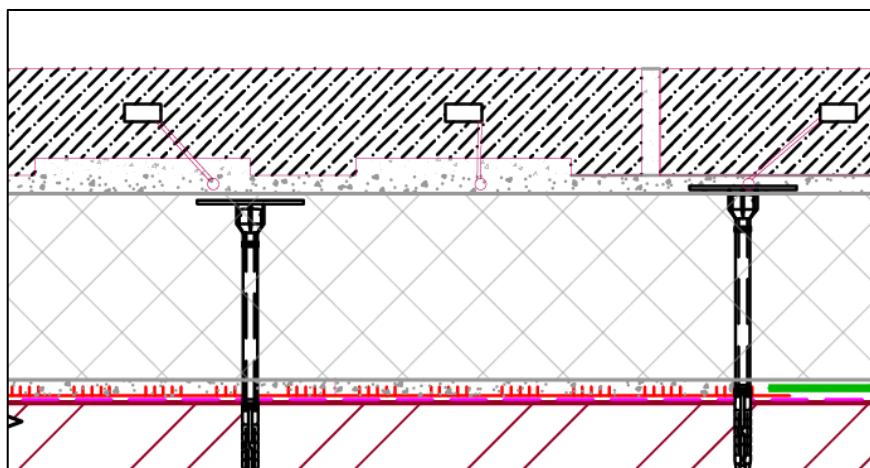

Рисунок 2 – Узел крепления облицовочных камней
17. Для повышения надежности и фиксации конструкции в момент монтажа, каждый камень дополнительно рекомендуется фиксировать проволокой, прикрепленной к арматурной сетке (см. рис. 2)